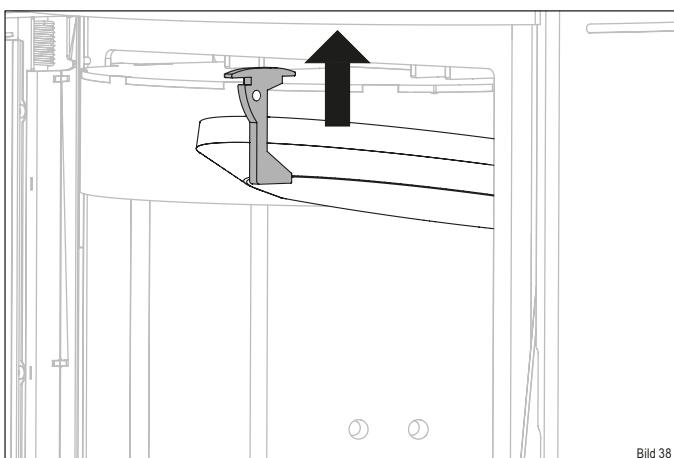

Bild 38
- Schieben Sie den Thermosteinhalter nach oben (Bild 38).